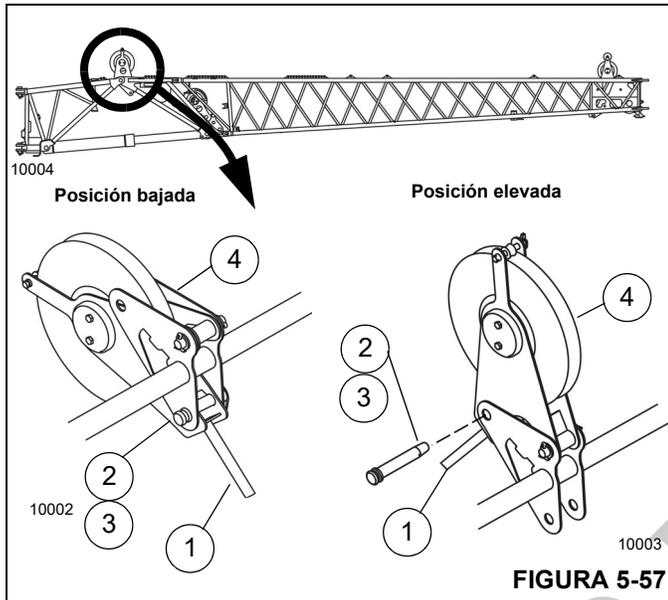
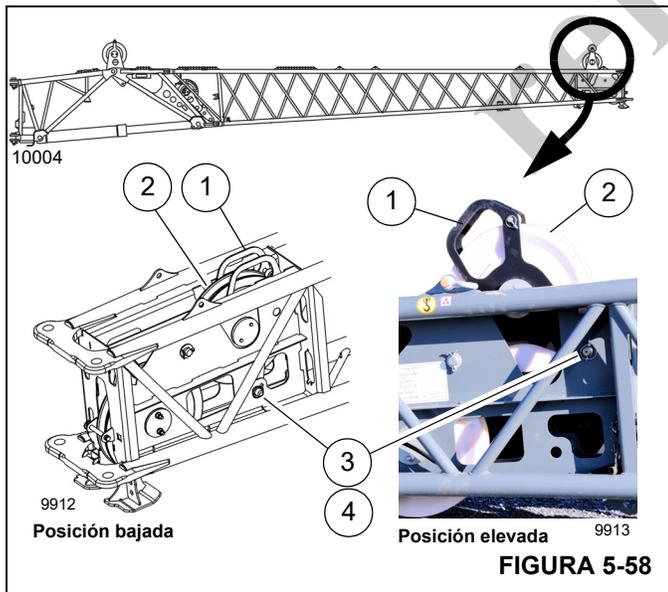

FIGURA 5-57
FIGURA 5-58
- a. Sostenga el mango (1, Figura 5-57) y retire la pinza de retención (2) y el pasador (3).
- b. Eleve el mástil (4). Asegúrese de que los orificios del punto de conexión estén alineados.
- c. Instale el pasador (3). Asegure el pasador con una pinza de retención (2).
- a. Sostenga el mango (1, Figura 5-58) del conjunto de la polea del mástil (2). Retire la pinza de retención (3) y el pasador (4).
- b. Eleve el conjunto del mástil (2) hasta que los orificios de conexión estén alineados.
- c. Inserte el pasador (4) y asegure con una pinza de retención (3).
- b. Baje el mástil (4). Asegúrese de que los orificios del punto de conexión estén alineados.
- a. Sostenga el mango (1, Figura 5-58) del conjunto de la polea del mástil. Retire la pinza de retención (3) y el pasador (4).
- b. Baje el conjunto del mástil (2) hasta que los orificios de conexión estén alineados.